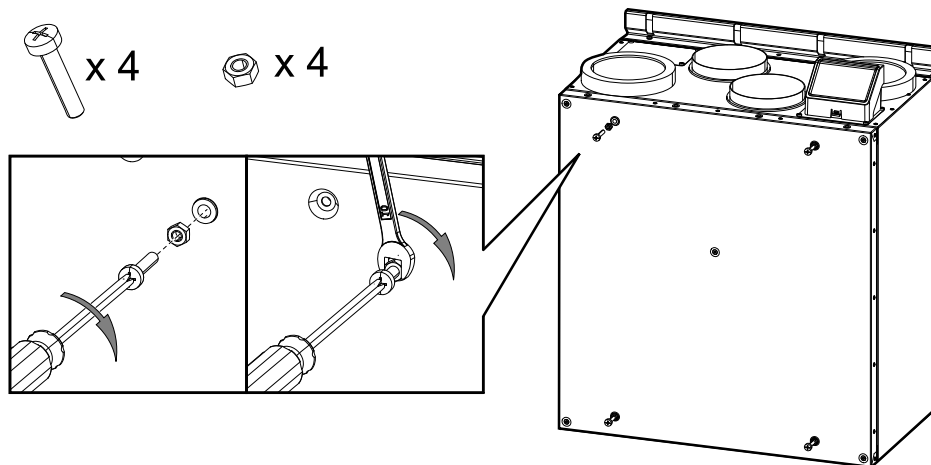

Bild 20 Die Installation der Schrauben
Die Dicke der Holzblöcke sollte 25-100 mm betragen. Wenn der benötigte Abstand kleiner als 25 mm ist, verwenden Sie Justierschrauben, anstelle von Holzblöcken (siehe Abbildung 20).
1. Vier M6-Schrauben in die Gewindeeinsätze am Gerät montieren und mit Sechskantmuttern sichern (Abbildung 20). Der Abstand der Schrauben kann nachträglich justiert werden.